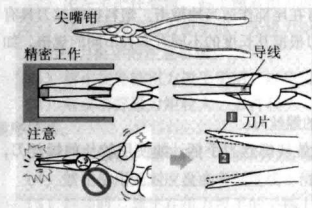
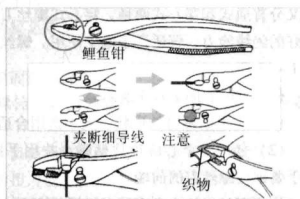

图 1-15
图 1-16
(1) 根据需要选用尖嘴钳（图 1-15）或鲤鱼钳（图 1-16），擦净油污。
(2) 用手握住钳柄后端，使钳口闭合夹紧工件。